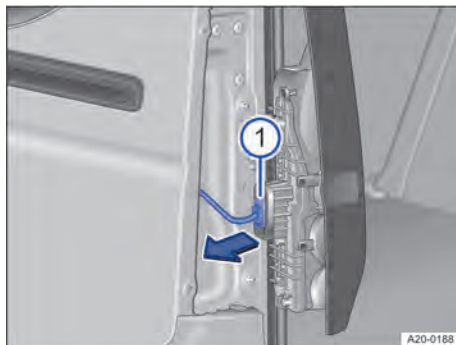

Fig. 175 Sur le bloc de feux arrière : débranchement du connecteur
- ① Vis de fixation
1. Débranchez le connecteur dans le sens de la flèche → fig. 175 ①.
4. Rebranchez le connecteur sur le porte-ampoule → fig. 175 ①.